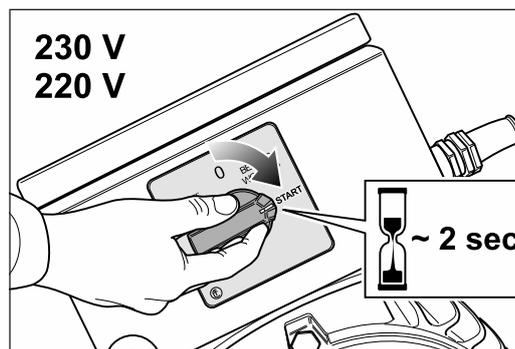

Abb. 24 Zum Einschalten den Schalterknopf am Motor auf die Position -START- drehen und für ca. 2 Sekunden auf dieser Position festhalten.
- 2 Drehen Sie zum Einschalten der Maschine den Schalterknopf am Motor auf die Position -START- und halten Sie ihn für ca. 2 Sekunden auf dieser Position fest (Abb. 24).